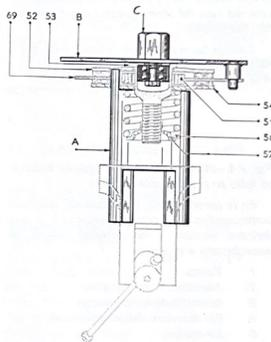

Fig. 7.3.—Utilización del aparato 3452-T para el desarmado y rearmado de un amortiguador de fricción (frotador), así como para su comprobación y tarado.
I.—Colocar el aparato 3452-T (fig. 7.3) en un tornillo de banco y poner el amortiguador de fricción sobre el aparato. Retirar la tuerca (57), extraer el muelle (56), el disco (54), el muelle (51) y el conjunto disco de fricción (52) y cubo (53).
Para la comprobación de un amortiguador de fricción, colocarlo sobre el aparato 3452-T (fig. 7.3).
Para regular el tarado del amortiguador de fricción, apretar o aflojar la tuerca (57) (fig. 7.3) para obtener los pares de deslizamiento indicados anteriormente entre 2,3 y 2,7 m.kg. Después de cada apriete o afloje de la tuerca, golpear ligeramente sobre el cubo (53) con la ayuda de un mazo de madera para asegurar la colocación adecuada de las piezas.